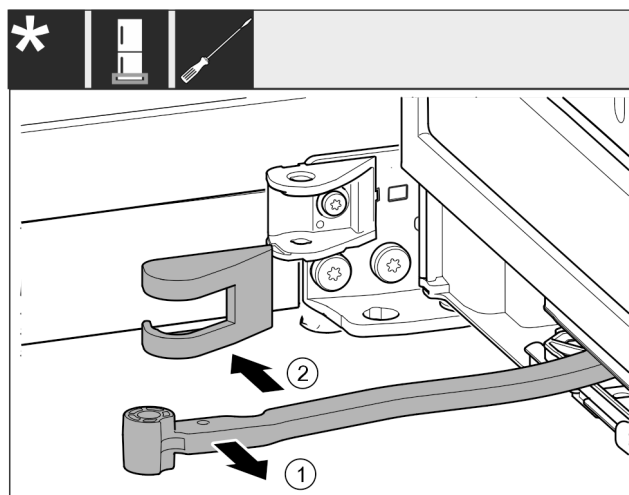

Fig. 17
- ▶ 将铰链转向门的方向。Fig. 17 (1)
- ▶ 移除托架盖。Fig. 17 (2)